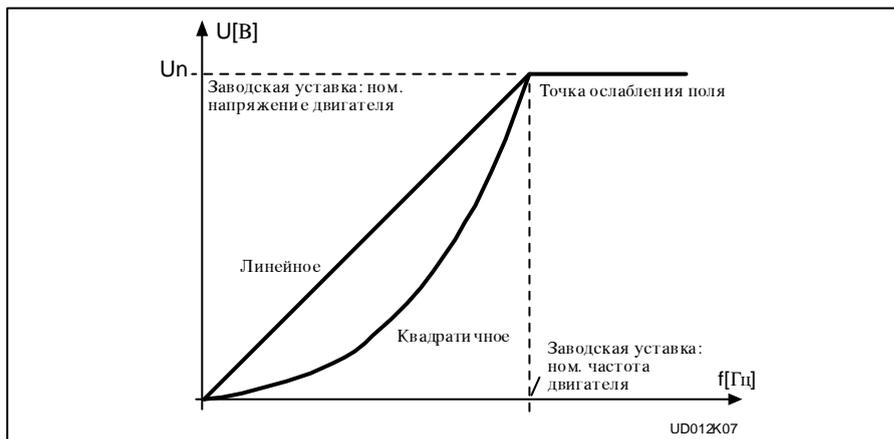

Рис. 5.4-2 Линейное и квадратичное соотношения U/f.
**0** **Линейное:** Напряжение на двигателе растет линейно с увеличением частоты от 0 Гц до номинальной частоты двигателя. Номинальное напряжение подается на двигатель при номинальной частоте. См. рис. 5.4-2.
**1** **Квадратичное:** Напряжение двигателя изменяется по квадратичной зависимости по мере возрастания частоты от 0 Гц до точки ослабления поля. В точке ослабления поля и на частотах, превышающих ее, на двигатель подается номинальное напряжение. См. рис. 5.4-2.